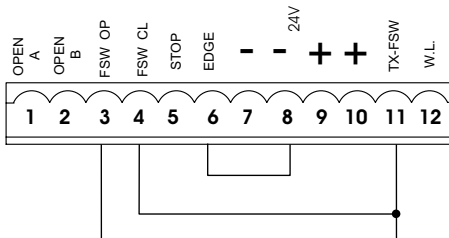

Fig. 5
N.B. Si on n'utilise aucun dispositif de sécurité, ponter les bornes d'après la fig. 5.
Nota bene: Si on ne connecte aucun dispositif de sécurité en ouverture, pointer les entrées OP et -TX FSW (fig. 5).
Nota bene: Si on ne connecte aucun dispositif de sécurité en fermeture, pointer les bornes CL et -TX FSW (fig. 5).
Nota bene: Si les dispositifs de sécurité bord ne sont pas connectés, pointer les entrées EDGE et - (fig. 5).